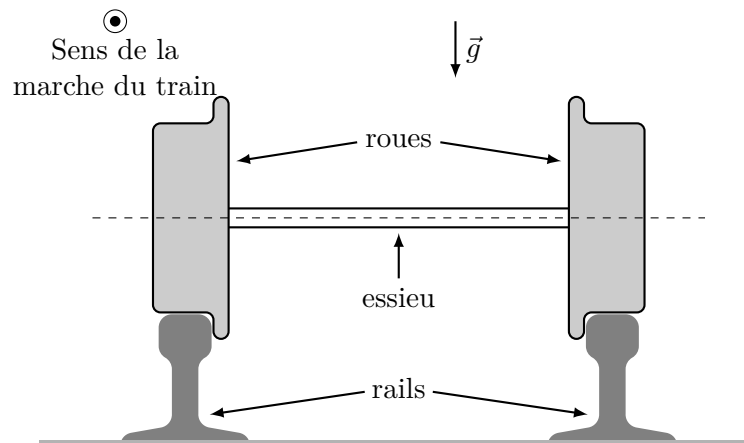

FIGURE 4 – Schéma en coupe du contact entre les rails et les roues du TGV (les échelles de distance ne sont pas respectées).
On étudie par la suite un TGV allant de Paris à Lyon, sur un tronçon rectiligne horizontal, localement confondu avec une ligne méridienne nord-sud. La FIGURE 4 schématise le contact entre les rails et les roues de ce train.
Q.15 La prise en compte du caractère non galiléen du référentiel terrestre implique l'existence d'une force normale horizontale exercée par l'intérieur d'un des deux rails sur les roues avec lesquelles il est en contact. Identifier, en le justifiant, le rail concerné dans le cas d'un TGV circulant de Paris vers Lyon. Sur un schéma inspiré de celui de la figure 4 faire figurer les forces de contact exercées par les rails sur les roues.